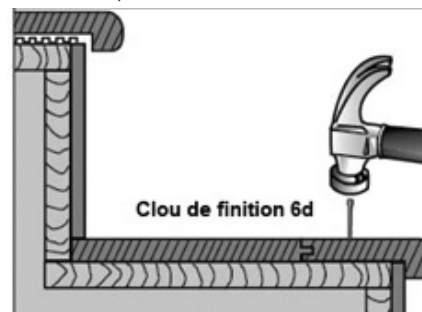

Fig. 17
7. Appliquez une bande d'adhésif de construction en forme de S répétitifs de 3 po (7,6 cm) de longueur à l'endos du morceau de marche et fixez-le à la marche. (Pour les planchers brut de bois, percez des trous dans le nez de marche qui a été installé et fixez-le avec des clous de finition 6d [fig. 17]. Enfoncez les clous en utilisant un chasse-clou. Remplissez les trous avec un bâton de retouche.)